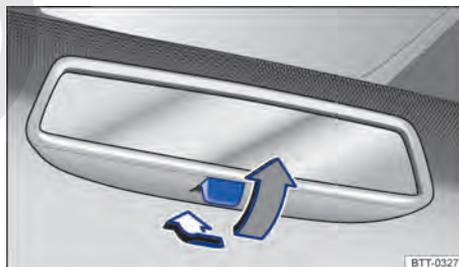

Fig. 109 En el parabrisas: retrovisor interior antideslumbrante manual.
- Para oscurecer el retrovisor, tire de la palanca hacia atrás → fig. 109.